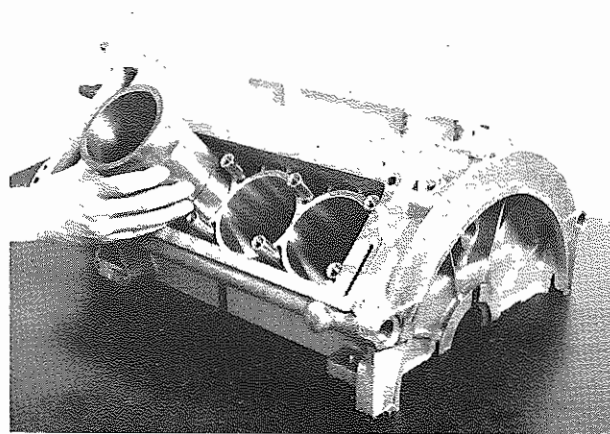

Fig. 114 - Inserire le canne
- Portare il basamento in forno alla temperatura di 160 °C; inserire le canne a temperatura ambiente (**non raffreddarle**), dopo averle corodate del gommino di tenuta opportunamente ingrassato (**Fig. 114**). Ruotare leggermente le canne durante l'inserimento.
- Put the crankcase in a furnace and bring it to a temperature of 160 °C; fit the liners at room temperature (**do not cool them**) after having fitted the sealing rubber, lubricated with grease (**Fig. 114**). While fitting the liner slightly rotate it.